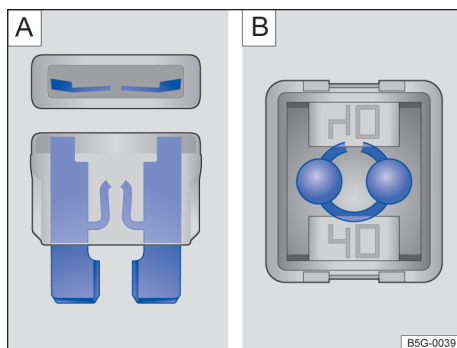

Fig. 228 Fusível queimado: **A** fusível plano, **B** fusível de bloqueio.
- Um *fusível plano (ATO®, MINI®)* queimado é reconhecido de cima ou de lado pela carcaça transparente nas faixas metálicas derretidas → Fig. 228 [A].
- Um *fusível de bloqueio (JCASE®)* queimado é reconhecido pelas faixas metálicas derretidas por cima da carcaça transparente → Fig. 228 [B].